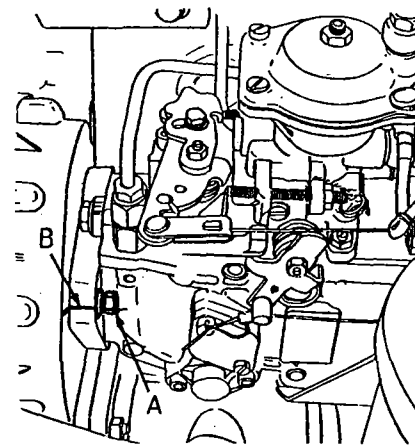

Figura 23. Tornillos de fijación en una bomba Bosch. A, tornillo. B, marcas de puesta a punto que pueden tener que modificarse.
el reloj del comparador la puesta a punto será correcta. Si no fuera así se haría necesario actuar sobre los tornillos de fijación de la bomba (figura 23) aflojando las tres tuercas (A) y girando ligeramente la carcasa de la bomba hasta que la lectura del comparador sea la correcta, momento en que las tuercas deben apretarse para que quede en fase con el motor.